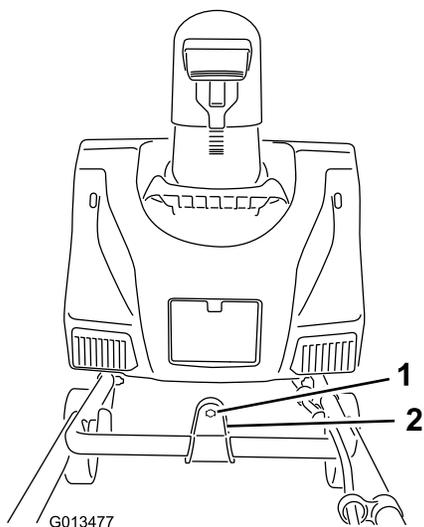

Figure 4
2. Insérez l'extrémité de la tige d'orientation de la goulotte dans le trou de clavette du support qui est fixé sur le haut de la partie inférieure du guidon (Figure 4).